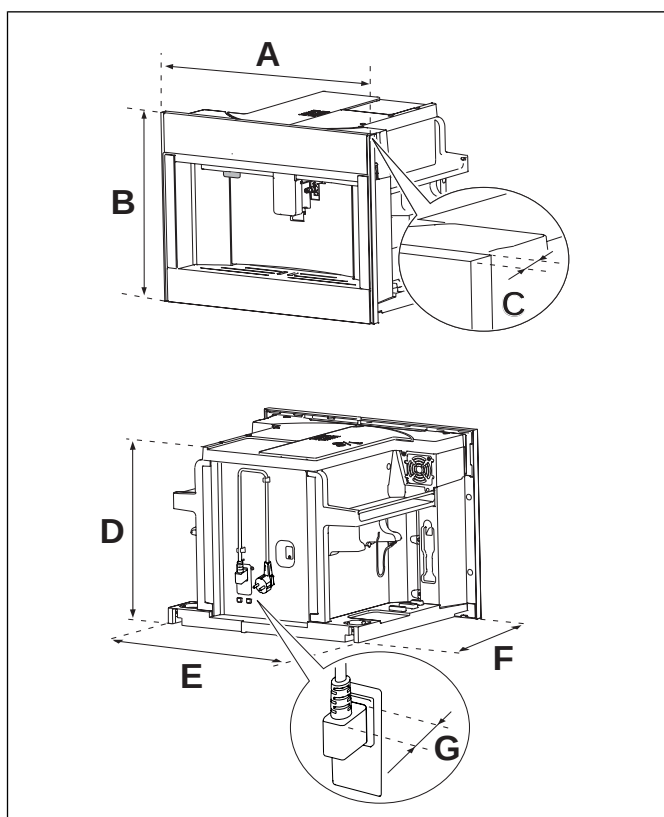
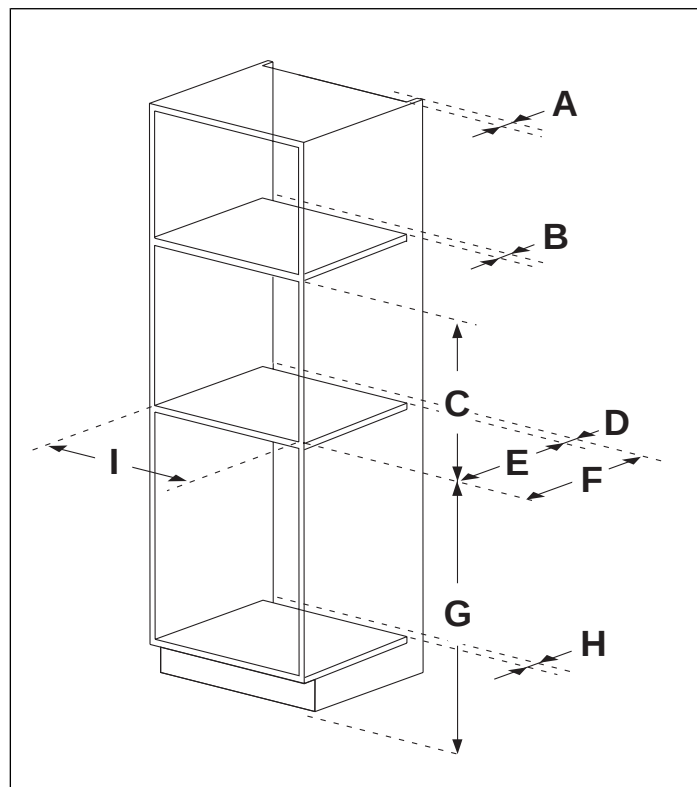

Fig. 2
Fig. 3
- För att säkerställa korrekt ventilation, lämna ett utrymme under skåpet (se mått i Fig. 2 och Fig. 3 ).